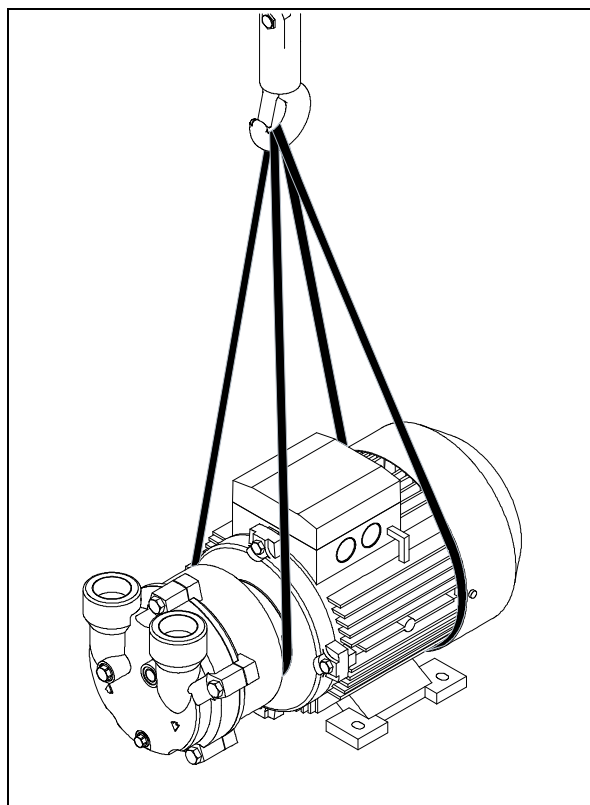

Fig. 3: Puntos de amarre 2BV2 ...
- Pasar las correas por debajo de la carcasa de la bomba y de la caperuza del ventilador (Fig. 3, página 13).